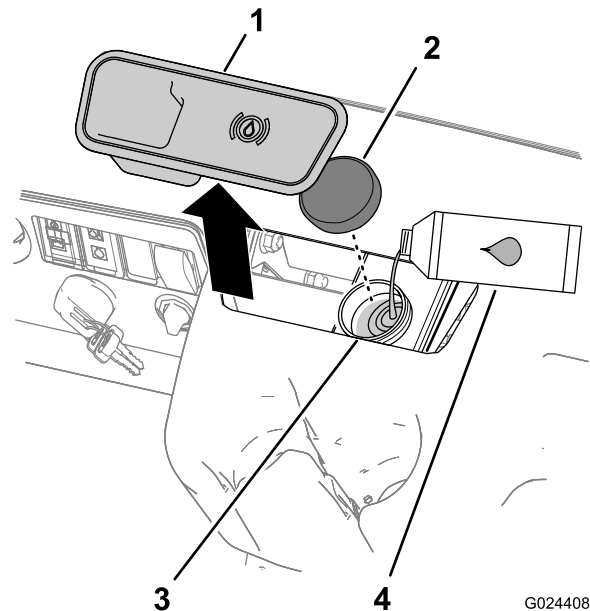

Figura 15
- Retire el tapón de goma situado encima y en el centro del salpicadero para tener acceso al cilindro maestro y al depósito del líquido de frenos (Figura 15).
- A. Limpie la zona alrededor del tapón del depósito y retire el tapón (Figura 15).
- C. Coloque el tapón del depósito (Figura 15).